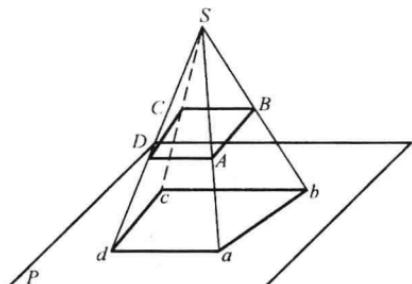
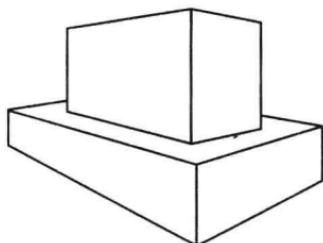

图 1-2 中心投影
图 1-3 透视图
(1) 中心投影。投影中心 S 在有限的距离内,发出放射状的投射线时,求作的投影称为中心投影。如图 1-2 所示,形体的投影随光源的方向和距离形体的距离而变化,光源距形体越近,投影越大,不能反映形体的真实大小。工程上运用中心投影法绘制物体的投影图称为透视图,如图 1-3 所示。其直观性很强、形象逼真,常用作建筑方案设计图和效果图。但绘制比较繁琐,而且建筑物等的真实形状和大小不能直接在图中度量,不能作为施工图用。